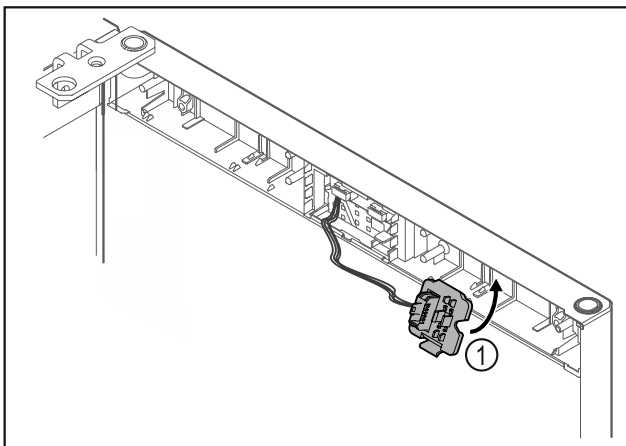

Fig. 14
- Steckerhalterung Fig. 14 (1) auf Gegenseite einrasten.\*